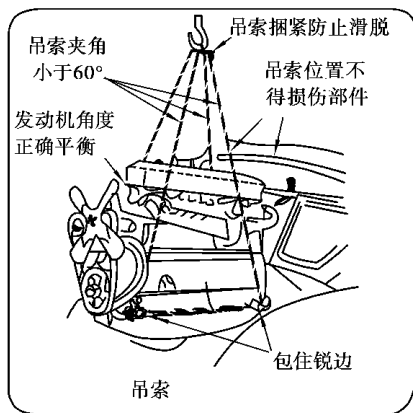

图 3.5.7
- (1) 将其安全地连接到起吊部件。
(2) 用物体包住起吊部件的所有尖锐边缘, 以防损坏吊索, 如图 3.5.7 所示。